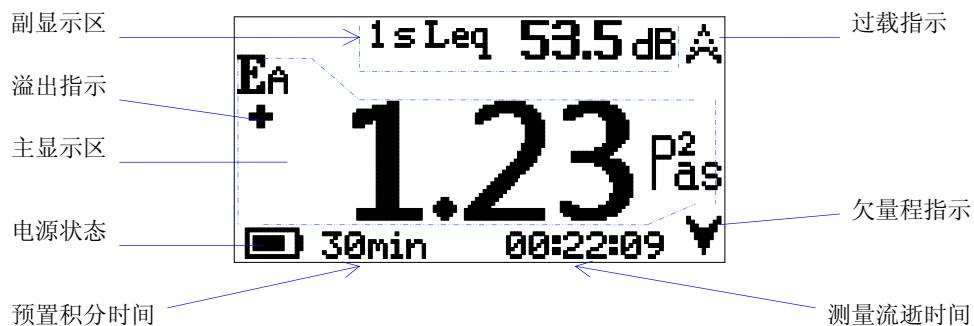

图 12 积分测量期间的显示器之一
4.6.4.1 HY114B 的模式选择开关置于“积分”时，可测量时间平均声级、声暴露级、声暴露、噪声剂量、归一化 8 小时平均声级、统计声级以及最大时间计权声级和最长时间计权声级等多个声学评价量。积分测量时显示器的界面如图 12 所示。